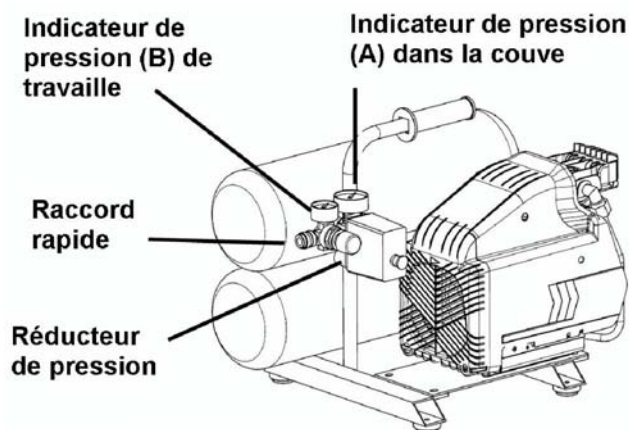

Fig.6
Déverrouiller le bouton du réducteur de pression en tirant dessus; régler la pression à la valeur désirée en tournant dans le sens des aiguille d'une montre pour l'augmenter, ou dans le sens opposé pour la diminuer. Un indicateur de pression (B) permet de visualiser quand la valeur désirée est atteinte; pour verrouiller le bouton appuyer à fond dessus. (Voir Fig.6)